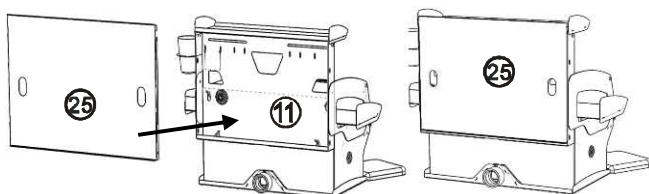

Рис.11
6.10 Установить крышку (25) задней стенки, рис.11. Крышка держится за счет резиновых втулок. Для установки необходимо просто завести крышку внутрь задней стенки до упора.